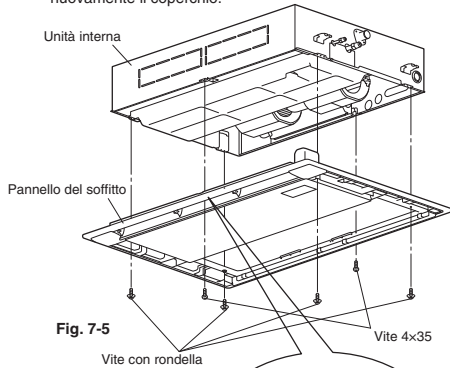

Fig. 7-5
- (5) Allineare i fori di installazione del pannello ai fori della vite dell'unità interna.
- (6) Sistemare le viti con rondelle in dotazione nei 4 fori di installazione del pannello e serrarle finché il pannello è saldamente fissato all'unità interna. (Fig. 7-5)